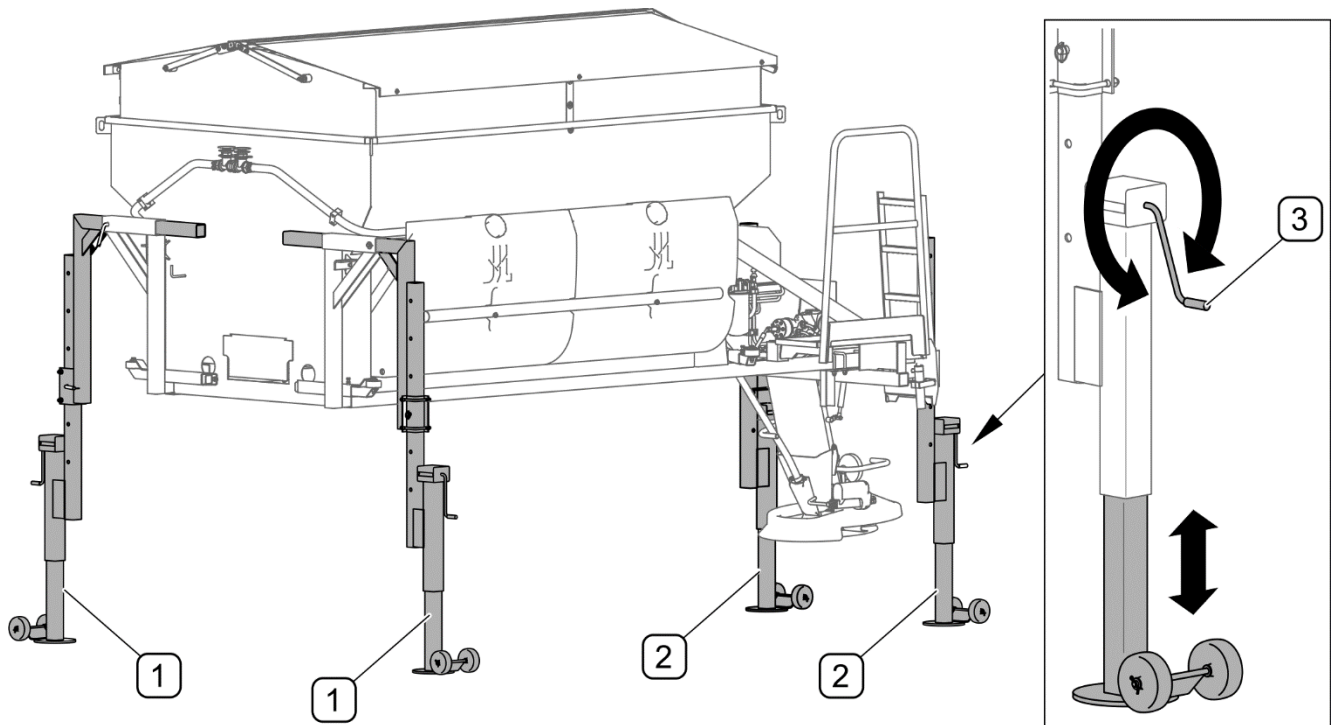

РИСУНОК 4.1 Стояночные опоры (опция)
(1) - передняя опора; (2) - задняя опора; (3) - механизм регулировки высоты
Если разбрасыватель песка имеет регулируемые стояночные опоры (РИСУНОК 4.1), то их необходимо соответственно отрегулировать в соответствии с высотой платформы транспортного средства, используя для регулировки кривошипный механизм (3).
- Поставить машину на платформу базового транспортного средства, поднимая по очереди стояночные опоры при помощи механизма регулировки высоты (3) (РИСУНОК 4.1).